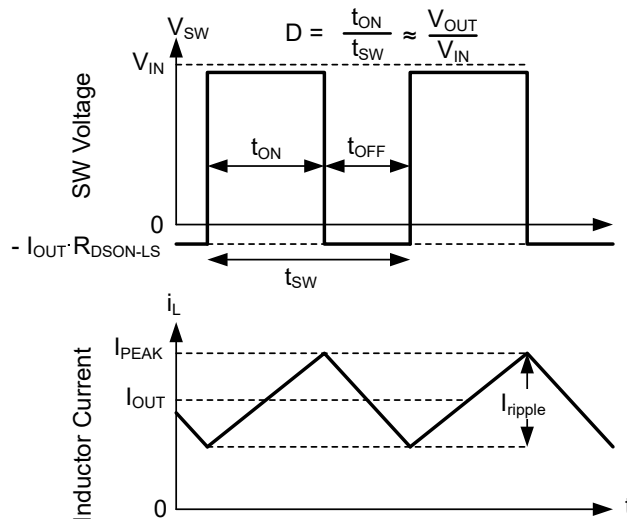

图 7-15. 连续导通模式 (CCM) 下的 SW 电压和电感器电流波形
有关器件的以下运行说明，请参阅节 7.2 和图 7-15 中的波形。在 CCM 中，该器件以变化的占空比 (D) 打开内部高侧 (HS) 和低侧 (LS) 开关，从而提供稳定的输出电压。在 HS 开关导通期间，SW 引脚电压  $V_{SW}$  摆动至大约  $V_{IN}$ ，电感器电流  $i_L$  以线性斜率增加。HS 开关由控制逻辑关闭。在 HS 开关关闭时间  $t_{OFF}$ ，LS 开关打开。电感器电流通过 LS 开关放电，这会强制  $V_{SW}$  通过 LS 开关两端的压降摆动到地电位以下。转换器环路调节占空比以保持恒定的输出电压。D 由 HS 开关在开关周期内的导通时间定义：